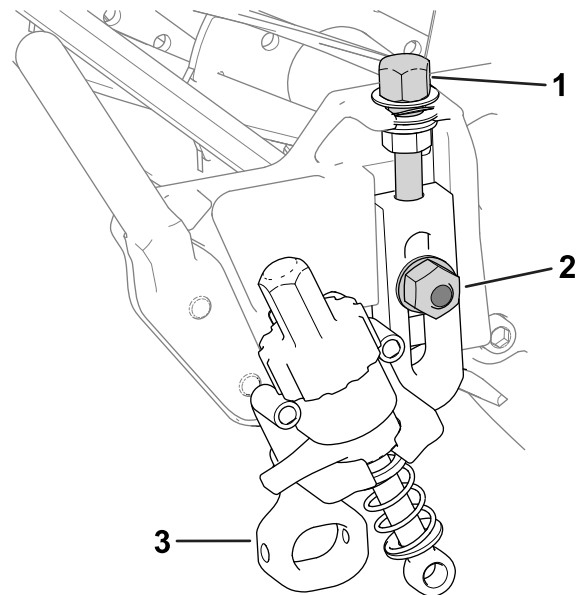

Figura 11
1. Înfiletai uruburile de reglare pentru înălțimea de tăiere, demontate anterior, în partea de sus a ansamblurilor pentru înălțimea de tăiere (Figura 11).
uruburile de plug, piuliele cu flană i aibele speciale (Figura 11).